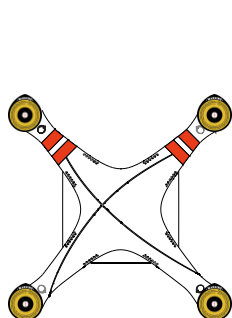

図2-1
- （図 2-1）プロペラをはじめて取り付ける時は、モーター上のシール説明をよく読んで頂いた後、シールを取り除いてください。